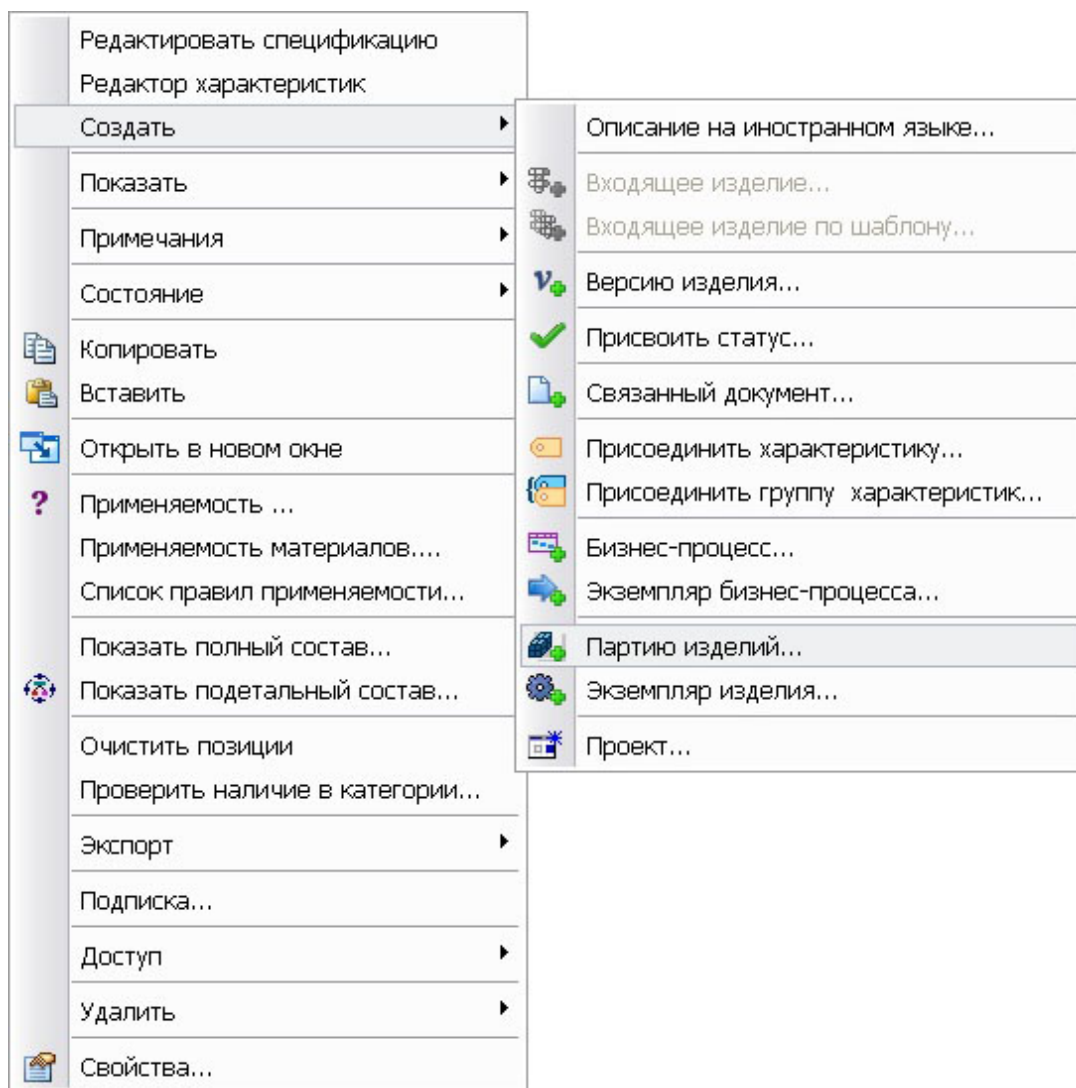

Рис. 221
2. В появившемся контекстном меню выберите пункт **Создать → Партию изделий...** (Рис. 221).